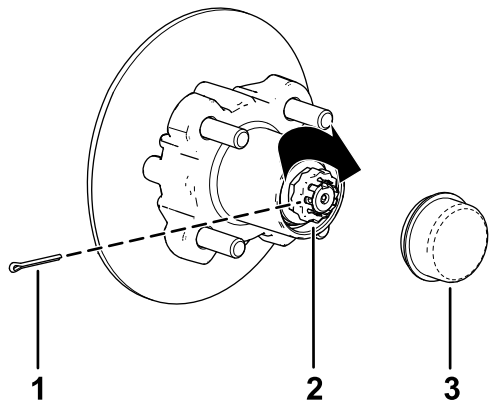

Bild 42
8. Befestigen Sie den Halter über der Mutter und prüfen Sie die Ausfluchtung des Schlitzes im Halter und dem Loch in der Spindel für den Splint (Bild 42).
9. Setzen Sie den Splint ein und biegen Sie jeden Abschnitt um den Halter (Bild 42).
10. Setzen Sie den Staubdeckel auf die Radnabe (Bild 42).